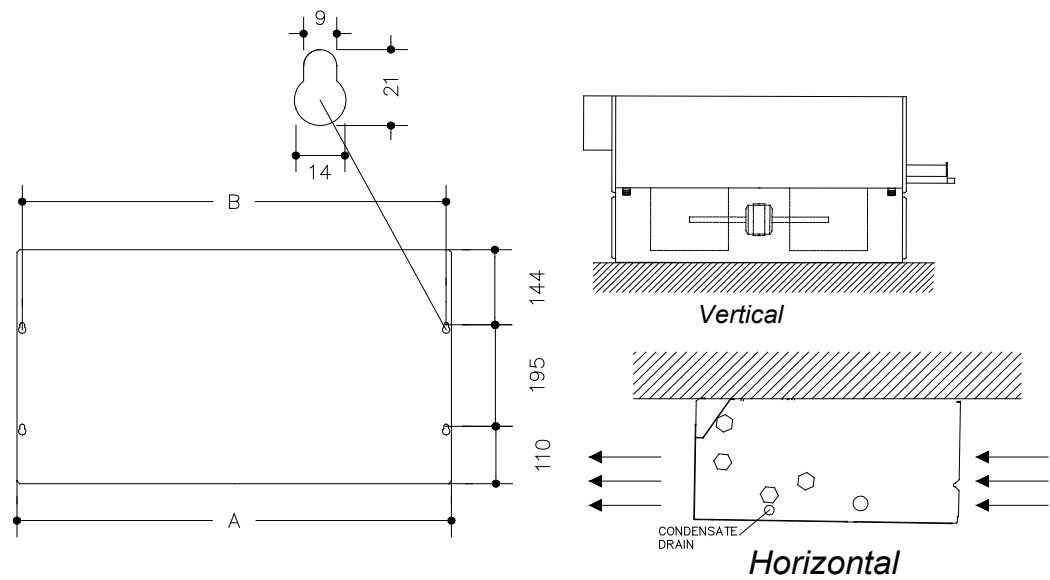
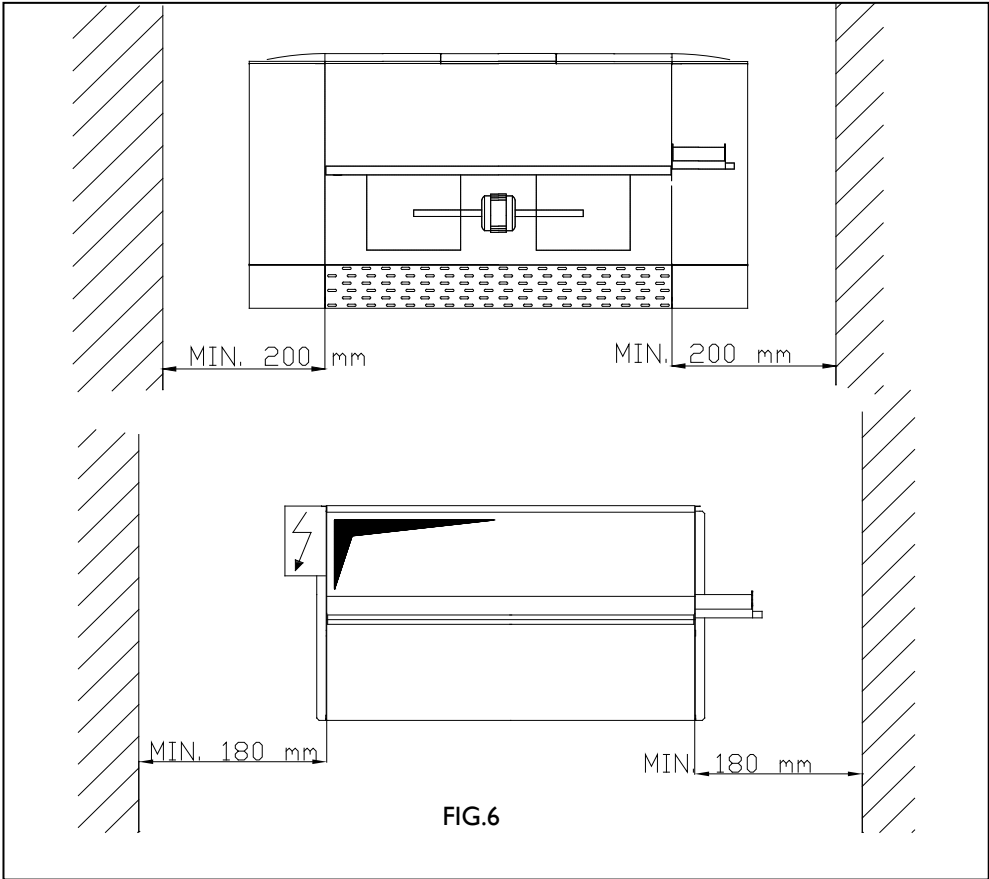

FIG. 5
FIG.6
- tracciare le posizioni dei fori di fissaggio utilizzando l'esempio di **Fig 5**, lasciando uno spazio di almeno **180 mm** (per i modelli ad incasso) tra il fianco e parete. Per i modelli con carrozzeria la distanza tra il fianco dell'apparecchio e la parete deve essere pari a almeno **200 mm (Fig 5)**
- *mark the fixing holes position using the example of fig.5, leave a distance of min. 180 mm (for embedded model) between the fancoil side and the wall; for case model distance between unit side and wall must be 200 mm at least. (fig. 5)*
- die Positionen der Befestigungslöcher nach dem Beispiel in Abbildung 5 anzeichnen, eine Entfernung von mindestens **180 mm** (für das Einbaumodell) zwischen Geräteseite und Wand lassen. Für die Modellen mit Gehäuse musBs die Entfernung zwischen Geräteseite und Wand mindestens **200 mm** sein; (Abb. 5)
- *tracer les positions des trous de fixation à l'aide de l'exemple de la figure 5, en laissant un espace d'au moins 180 mm (pour les modèles encastrés) entre le côté et la paroi. Pour les modèles avec carrosserie, la distance entre le côté de l'appareil et la paroi doit être d'au moins 200 mm (Fig 5)*
- marcar las posiciones de los agujeros de fijación utilizando el ejemplo de la figura 5, dejando un espacio, por lo menos, de unos **180 mm** entre el lado de la máquina y la pared para los modelos a encaje y por lo menos de unos **200 mm** para los modelos con mueble (fig.5)
| Quote relative agli schemi successivi (fig.6) / Dimensions of drawings below (figure 5)/ Maße in den nachfolgenden Plänen (Abb. 6)/ Cotes relatives aux schémas suivants (fig. 6)/ Dimensiones de los dibujos siguientes (fig. 6) |     |     |     |     |     |      |     |      |      |      |      |